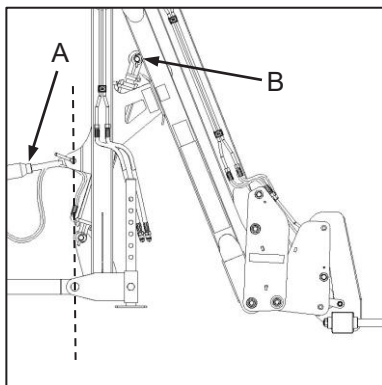
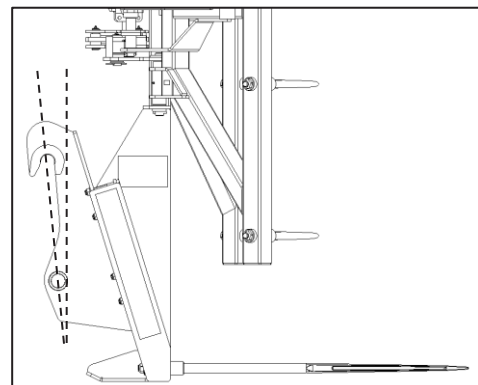

Fig. 3
Fig. 4
- ✔ The implement frame must be set to a vertical position once lifted to the anticipated working height. This is accomplished by adjusting the length of the tractor hitch top link (Unloader®, Fig. 3-A) or the tilt of the telehandler's tool carrier (Fig. 4).
- ✔ Die implementraam moet in 'n vertikale posisie gestel word sodra dit tot die verwagte werkhoopte opgelig is. Dit word bewerkstellig deur die lengte van die bo-arm van die trekker te verstel (Unloader®, Fig. 3-A) of die kanteel van die telehandler se gereedskapdraer aan te pas (Fig. 4).
- ✔ On Unloader® models, ONLY the upper clevis spherical bearing (Fig. 3-B) requires greasing before use. The rest of the articulation points contain maintenance-free, self-lubricating bushes.
- ✔ Op Unloader®-modelle benodig SLEGS die boonste sferiese laer (Fig. 3-B) ghries voor gebruik. Die res van die artikulatiepunte bevat onderhoudsvrye, selfsmerende busse.